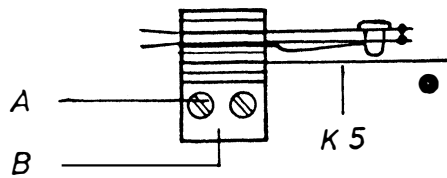

Fig. 14
4.2.2 Adjustment (see Fig. 14)
4.2.2 Réglage (voir fig. 14)
4.2.2 Ajuste (véase fig. 14)